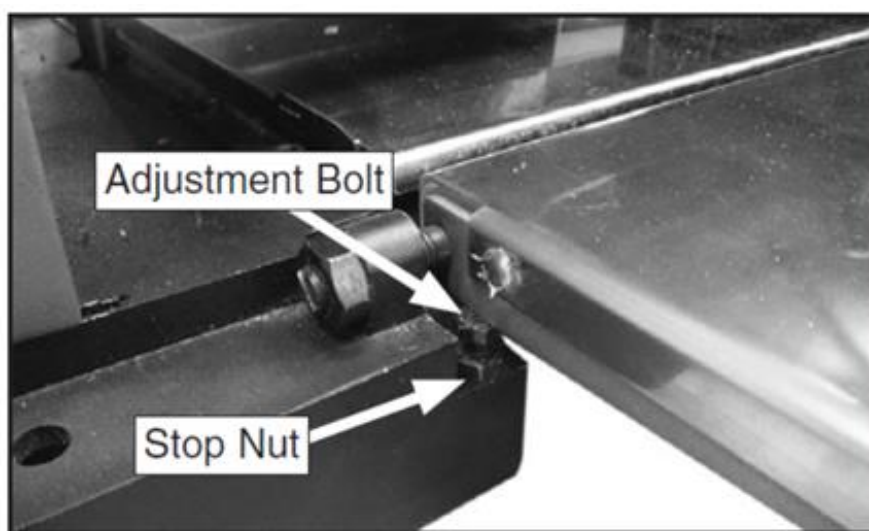

Рисунок 20. Расположение компонентов для регулировки столов.
2. Ослабьте стопорные гайки и регулировочные болты под каждым расширительным столом(см. рис. 20).